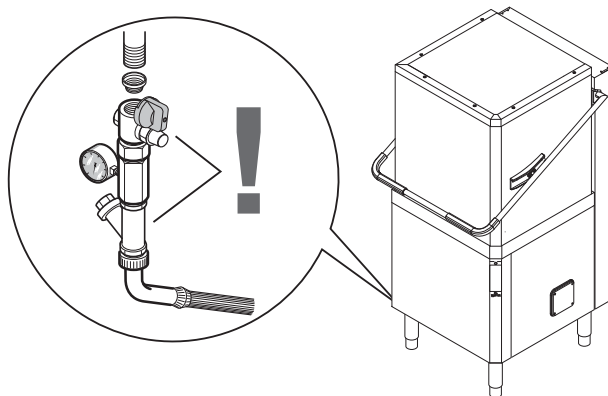

Figura 10 Conexión del tubo de alimentación
- Conecte el tubo de alimentación del agua "WI" (véase párrafo E6.2 "Esquemas de instalación") del aparato a la red hídrica, interponiendo un grifo, el filtro suministrado y un manómetro (Figura 10).